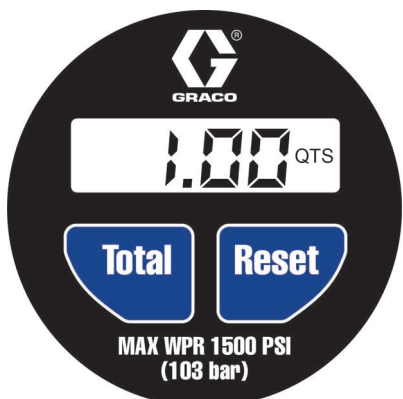

Рис. 8
3. Нажмите и удерживайте кнопку **TOTAL** пока на экране не будет постоянно отображаться 1,00 QTS (или 1,00 л). Рис. 8 отображен расходомер, с помощью которого была произведена подача 1,00 QTS материала.